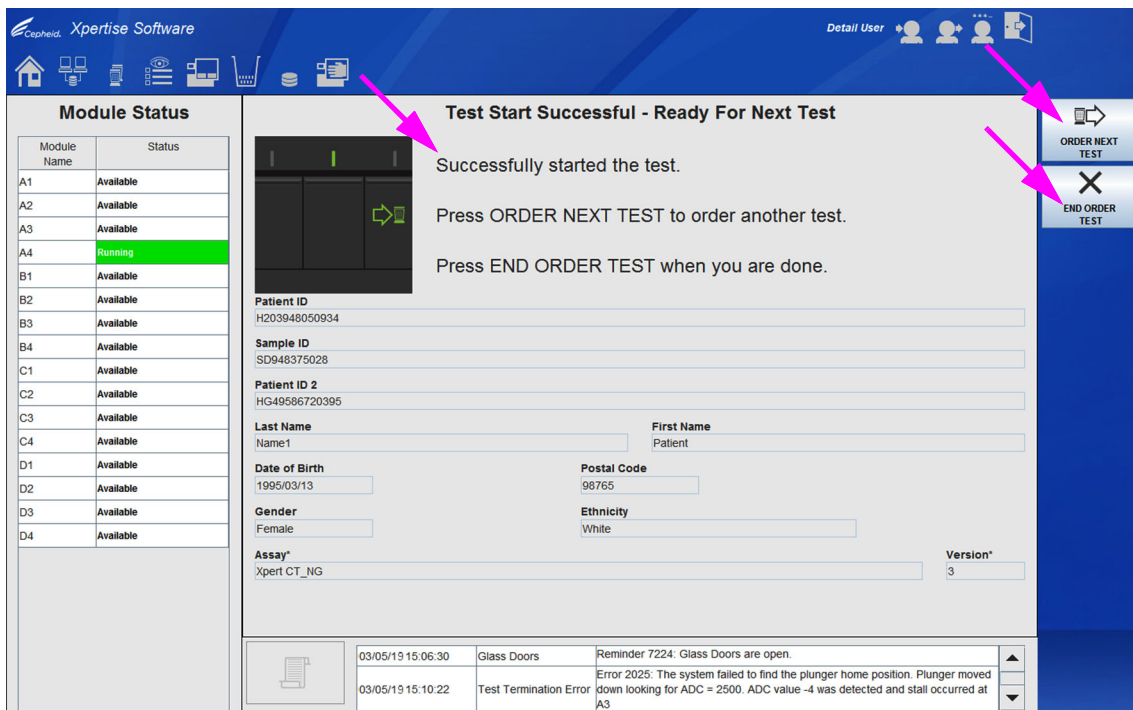

Figura 5-113. Área de trabalho Test Start Successful (Teste iniciado com sucesso) – Ready For Next Test (Pronto para o próximo teste)
- Depois do cartucho ser carregado com êxito e o teste ser iniciado, é apresentada a área de trabalho Test Start Successful (Início de teste bem-sucedido) – Ready For Next Test (Pronto para o próximo teste). Ver Figura 5-113.
14. Na área de trabalho Test Start Successful (Início de teste bem-sucedido) – Ready For Next Test (Pronto para o próximo teste) (ver Figura 5-113), o sistema Infinity vai fornecer instruções sobre como pedir outro teste enquanto o teste atual está a ser executado ou para sair da área de trabalho Test Start Successful (Início de teste bem-sucedido) – Ready For Next Test (Pronto para o próximo teste). As instruções fornecidas na área de trabalho são: